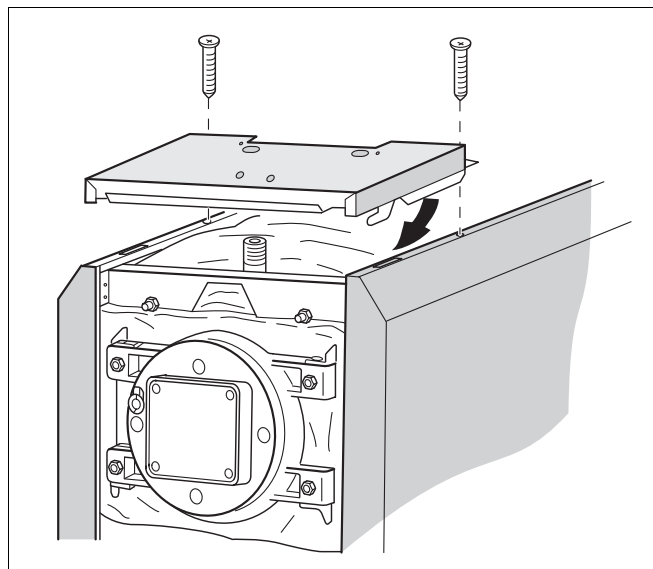

Fig. 13 Montering af forreste kedelkappe
- Læg den forreste kedelkappe oven på sidevægsafkantningen, og træk den fremad, til tappene i højre og venstre side griber ind i slidserne (fig. 13).
- Skru den forreste kedelkappe fast til sidetraverserne gennem laskerne i kedelkappen og sidevægsafkantningen med 2 pladeskruer (fig. 13).